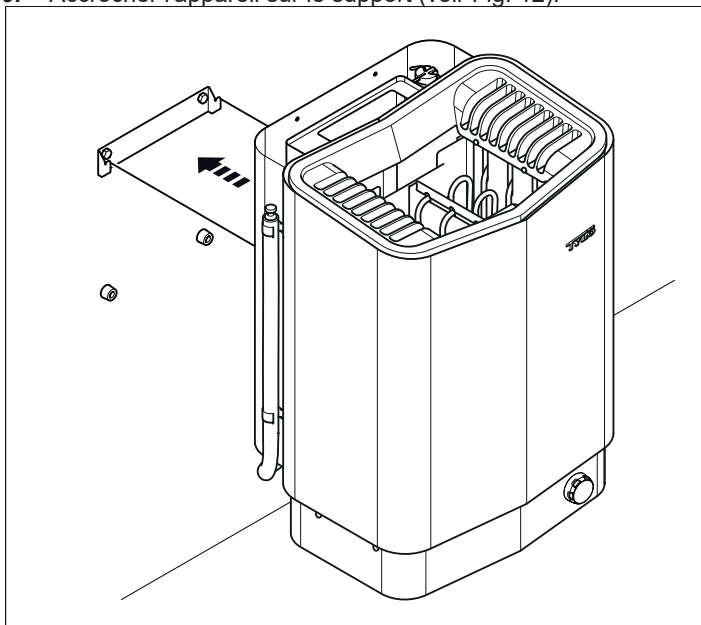

Fig. 12 : Accrocher le poêle.
9. Accrocher l'appareil sur le support (voir Fig. 12).